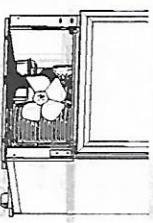

Fig. 7
- El sistema de condensación, compuesto por un condensador en la parte inferior del aparato, requiere una limpieza semestral. Para realizar esta labor desconecte el aparato, retire la rejilla frontal desmontable y con una aspiradora, aire a presión o una brocha elimine el polvo que se acumula sobre él. Coloque nuevamente la rejilla en su lugar, cerciórese de su correcta ubicación e inicie su funcionamiento. Tenga cuidado de no golpear el aspa del ventilador, ya que puede ocasionar el mal funcionamiento del mismo. Ver Fig. 7